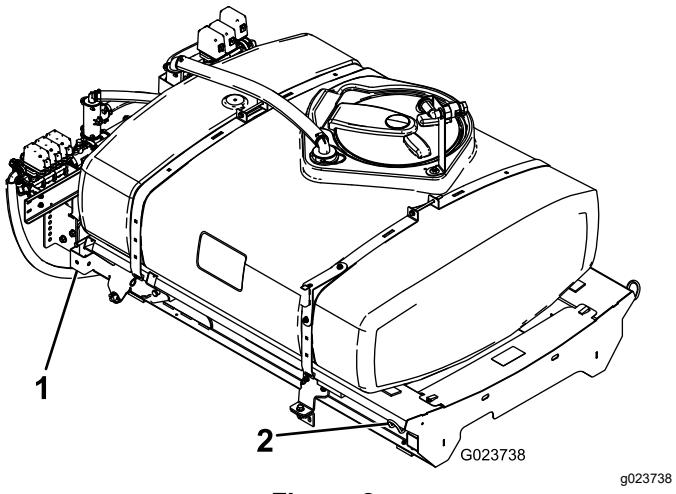

Figure 8
- Soulevez le patin de la cuve à l'aide d'un appareil de levage (Figure 8) et placez-le au-dessus du cadre du véhicule, en orientant les ensembles pompe et distributeur vers l'arrière.